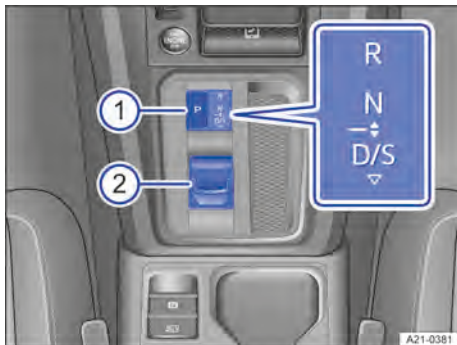

Abb. 106 Wählhebel des Automatikgetriebes mit der Taste für die Parksperre.
Im Display des Kombi-Instruments und im unteren Teil der Mittelkonsole wird bei eingeschalteter Zündung die ausgewählte Fahrstufe angezeigt → Abb. 106.
Um die Parksperre einzulegen, die **P**-Taste drücken → Abb. 106 ①.
Um zwischen den Fahrstufen **D** und **S** zu wechseln, den Wählhebel → Abb. 106 ② nach hinten tippen.